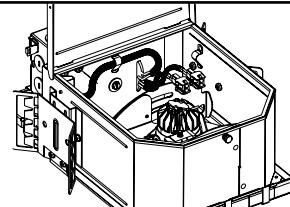

Figura 4.
- Instale el mecanismo de ajuste del módulo mediante la alineación de las patas del soporte con las aberturas en el collar (Figuras 2. y 3.), para después girar la ménsula en su sitio hasta que los resortes de fijación se enganchen al collar (Figura 4.).